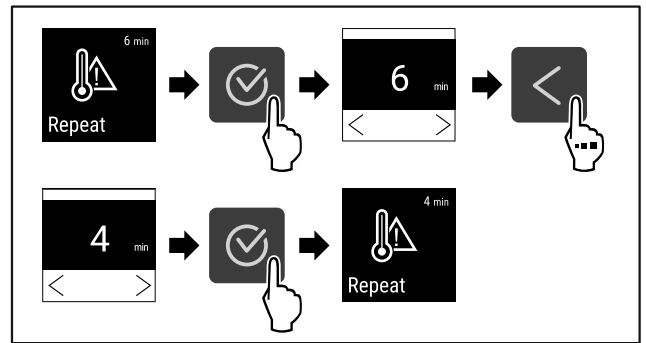

Fig. 100
- ▶ Handlungsschritte (siehe Fig. 100) durchführen.